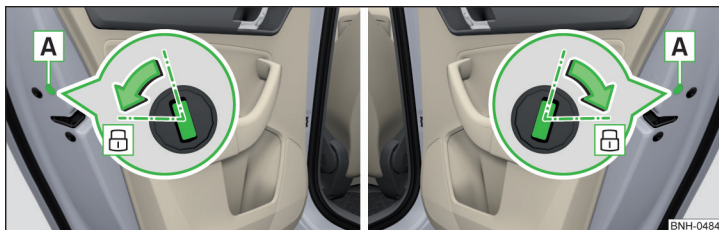

Abb. 178 Notverriegelung: Tür hinten links/rechts
- › Die entsprechende Hintertür öffnen und die Blende **A** entfernen » Abb. 178.